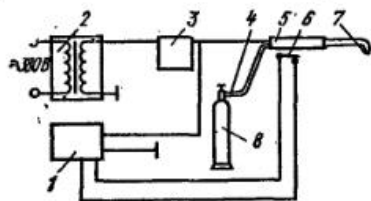

Рис. 146. Переносная установка для реставрации алюминиевых испарителей бытовых холодильников:
**ПЕРЕНОСНАЯ УСТАНОВКА ДЛЯ РЕСТАВРАЦИИ АЛЮМИНИЕВЫХ ИСПАРИТЕЛЕЙ БЫТОВЫХ ХОЛОДИЛЬНИКОВ МЕТОДОМ СВАРКИ В СРЕДЕ АРГОНА.** Установка состоит из сварочного трансформатора 2 (рис. 146) типа ТД-500, балластного устройства 3 для регулирования силы тока при сварке, осциллятора 1, который подает ток высокой частоты на сварочный держатель 5 и служит для упрощения процесса возбуждения дуги, повышении ее устойчивости. Осциллятор и сварочный держатель изготавливаются отдельно. В ручке сварочного держателя установлен микровыключатель 6.